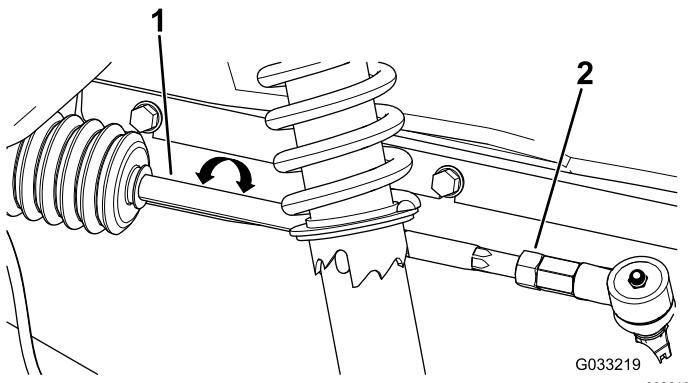

Figura 45
3. Si la distancia no es de entre 0 y 6 mm, afloje las contratuerzas en el extremo exterior de las bielas (Figura 45).